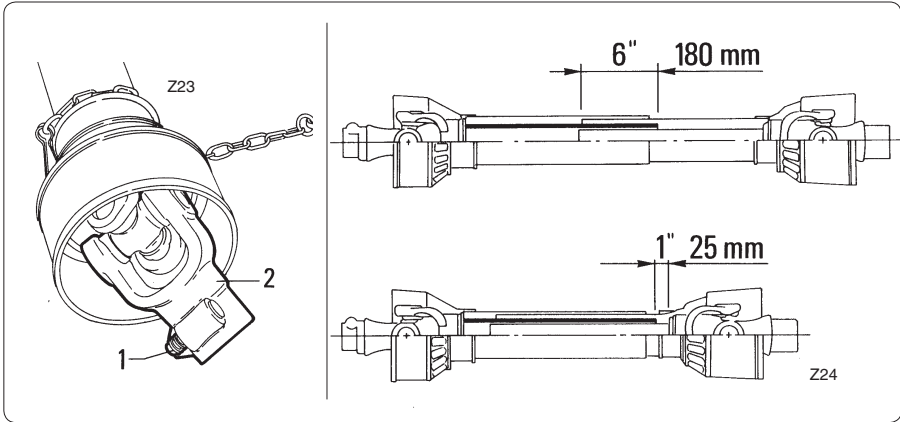

fig. 4.2.3
- *Check that the driveline is the correct length fig. 4.2.3.*
Driveline travel must still be about 25 mm (1 inch) in the maximum coupling position. See fig. 4.2.3.
To achieve this condition, completely insert the pins and safety bolts "1" fig. 4.2.3 into the relative grooves in the pto shafts on both the tractor and machine sides.
- *Verificare la corretta lunghezza del cardano fig. 4.2.3.*
Mentre nella posizione di massimo accoppiamento il cardano deve presentare ancora una corsa di circa 25 mm (1 inch) vedi fig. 4.2.3.
A tale scopo inserire completamente le spine e i bulloni di sicurezza "1" fig. 4.2.3 nelle scanalature appositamente predisposte sugli alberi della presa di forza, sia dal lato del trattore che dal lato della macchina.